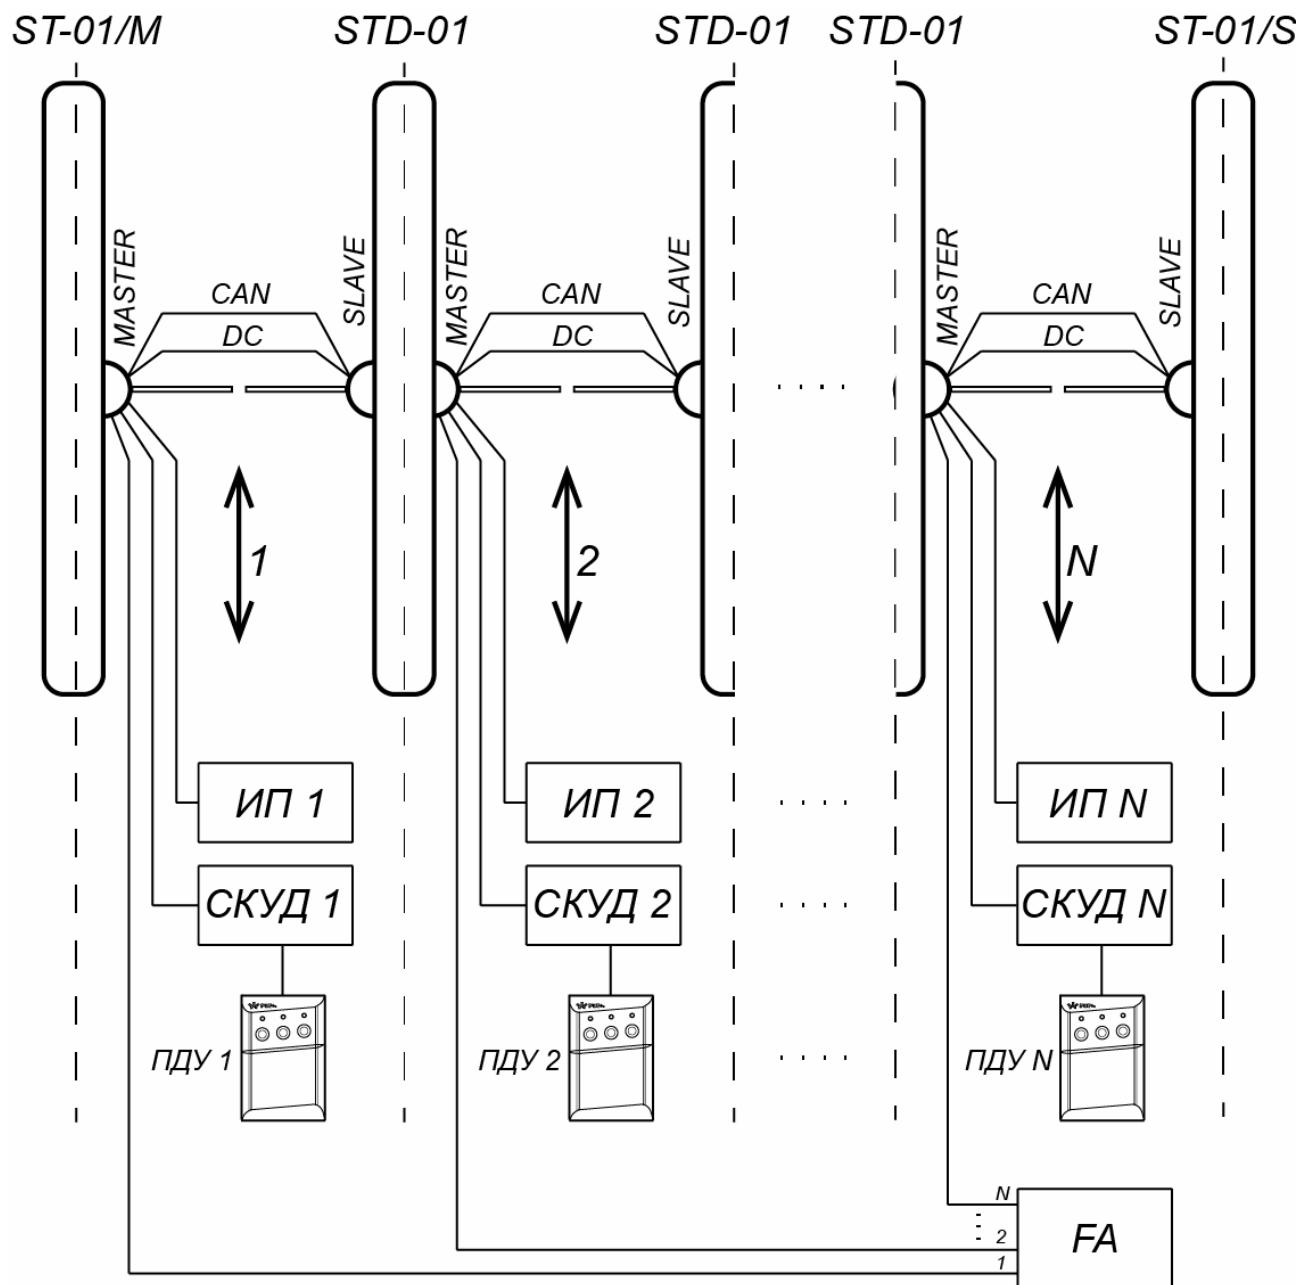
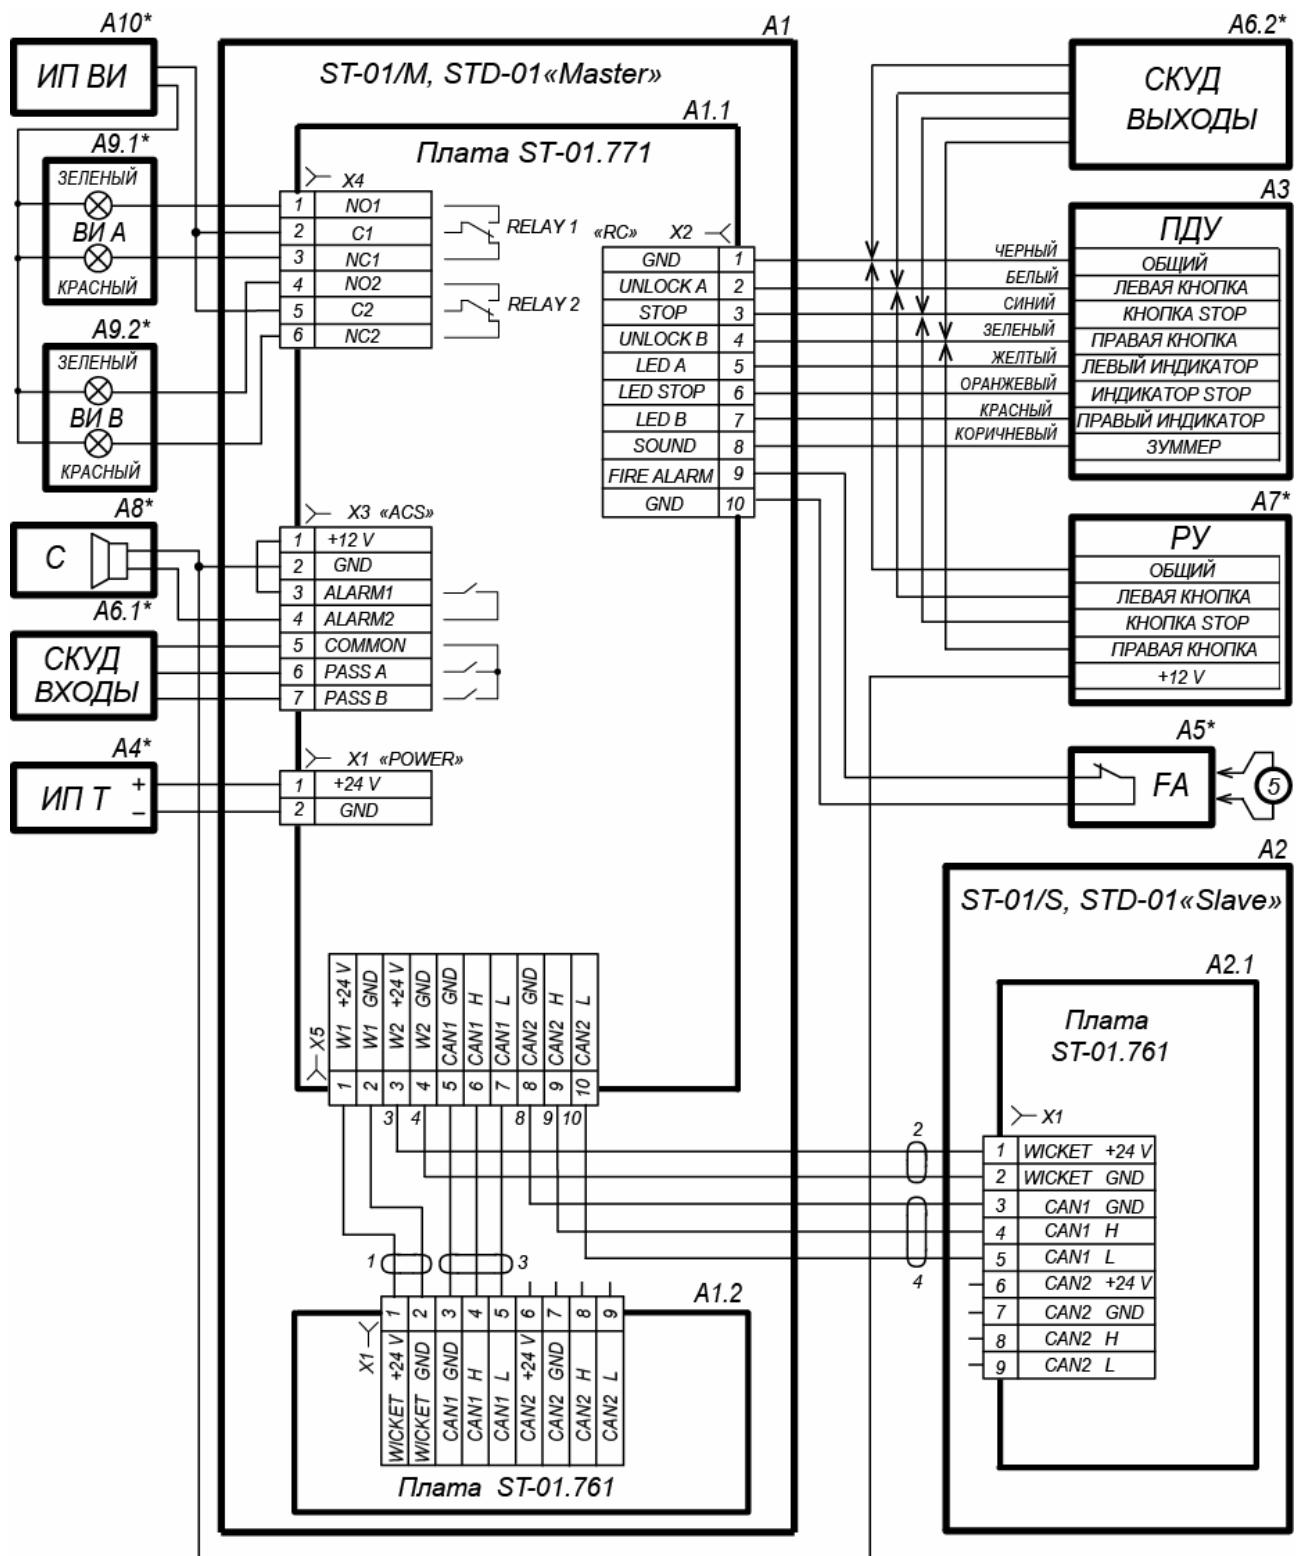

Рисунок 16. Схема соединений турникета PERCo-ST-01 и двусторонних секций PERCo-STD-01 для организации проходной с несколькими зонами прохода
Рисунок 17. Схема электрических соединений турникета¹
Содержание монтажных операций дано с учетом рекомендаций, приведенных в разд. 8.1. Оборудование и инструменты, необходимые при монтаже, перечислены в разд. 8.2. Номера позиций указаны в соответствии с рис. 5 и 6. Схема электрических соединений турникета приведена на рис. 17. Типы кабелей, используемых при монтаже, перечислены в табл. 5. На рис. 16 приведен пример схемы соединений турникета и двусторонних секций при организации проходной с несколькими зонами прохода.
Если нет возможности использовать способ протяжки кабелей кондуктором, при необходимости кабели DC и CAN можно проложить сразу, до начала установки секций. Данные кабели находятся в центральной стойке секции (стороны секции) *Slave* внизу под кожухом. Для этого необходимо распаковать секцию *Slave*, снять кожух с центральной стойки (см. рис. 18), вынуть кабели DC и CAN и отсоединить их от платы управления приводом. На концах жил кабелей имеются маркеры с номерами, соответствующими схеме соединений (рис. 17).
14. Через отверстие для ввода кабелей в основании центральной стойки двусторонней секции (со стороны *Master*) введите внутрь стойки кабели для управления второй зоной прохода: от ИП, от ПДУ или контроллера СКУД, от устройства *Fire Alarm* и дополнительного оборудования, а также кабели DC (19) и CAN (20) от секции (стороны секции) *Slave* или же кондуктор для их протяжки.
20. Подключите кабели к плате управления первой зоны прохода согласно схеме электрических соединений турникета (см. рис. 8 и рис. 17). Плата расположена в нижней части центральной стойки секции *Master*.
Соединительные кабели DC (2) и CAN (4) подключаются к клеммным колодкам **X5** платы управления секции *Master* и **X1** платы привода секции *Slave* в соответствии с маркировкой их жил (см. рис. 17).